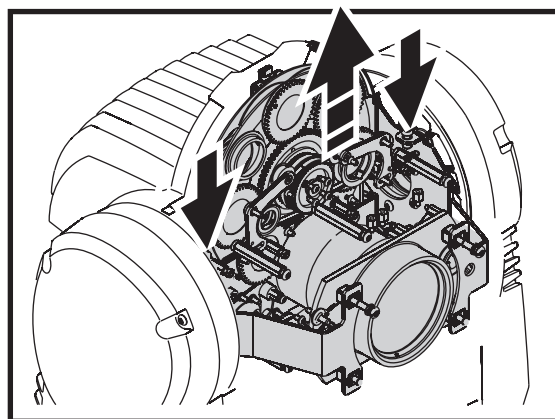

Bild 19: Entfernen des Effektmoduls
5. Siehe Bild 19. Entfernen Sie beide Torx-Schrauben (T20, Pfeilmarkierung) an der Seite des Effektmoduls und nehmen Sie das Modul aus dem Gerät.